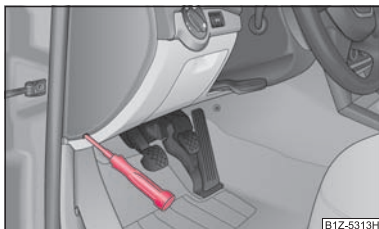

Fig. 188 Capacul suportului de sigurane:
- Îndepărtați capacul de siguranță de pe lateralul tabloului de bord cu ajutorul unei șurubelnițe ⇒ fig. 188, respectiv capacul cutiei cu sigurane din compartimentul motorului ⇒ pagina 215.